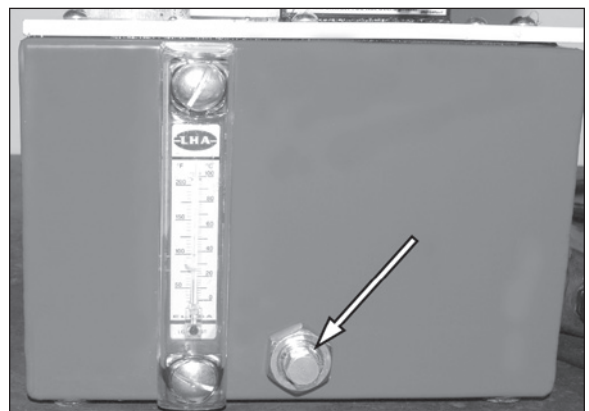

Figura 51.
1. Veja a Figura 51. Remova o bujão de dreno e drene o fluido do reservatório.